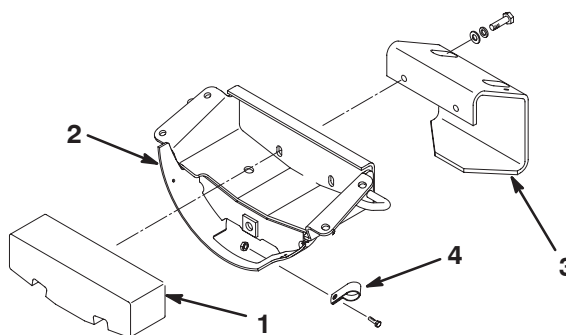

Bild 4
1. Nehmen Sie die beiden Kopfschrauben (1/2 x 3/4 Zoll), die Sicherungsscheiben und Flachscheiben ab, mit denen der Heckballast an der Achsenstütze befestigt ist (Bild 4).